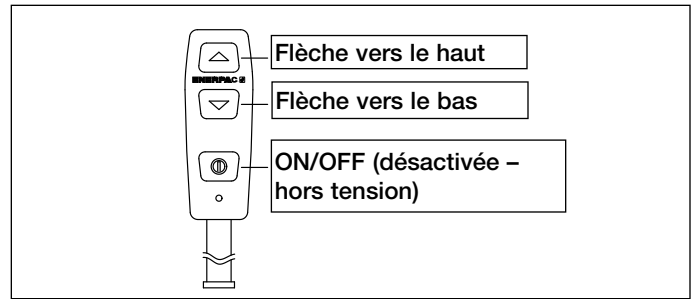

Figure 6
5.1 Fonctionnement de la télécommande (voir la figure 6)
Le débit d'huile et le moteur sont tous deux contrôlés par les commandes de la télécommande. La pompe démarre et le piston se serre lorsqu'on enfonce le bouton de flèche vers le haut de la télécommande. La pompe démarre et le piston se desserre lorsqu'on enfonce le bouton de flèche vers le bas de la télécommande. Lorsqu'on relâche l'un ou l'autre de ces boutons, la pompe s'arrête et la pression se décharge dans les flexibles (voir la figure 6).
4. Appuyez sur le bouton de flèche vers le haut de la télécommande et tenez-le enfoncé. (voir la figure 6). Laissez la pression s'accumuler.
- b. Appuyez sur le bouton de flèche vers le haut de la télécommande et tenez-le enfoncé. (Voir la figure 6). Laissez la pression s'accumuler.
8. Relâchez le bouton de flèche vers le haut. Vérifiez si le manomètre du port de sortie « A » indique bien zéro (0) psi (0 bar).